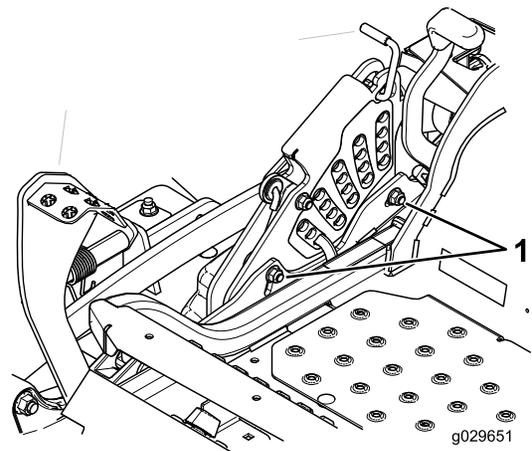

Figure 93
12. Pour régler le système monopoint, desserrez les deux boulons au bas de la plaque de hauteur de coupe. Voir Figure 93.
14. Serrez les 2 boulons au bas de la plaque de hauteur de coupe (Figure 93). Serrez les 2 boulons à un couple de 37 à 45 N·m (27 à 33 pi-lb).